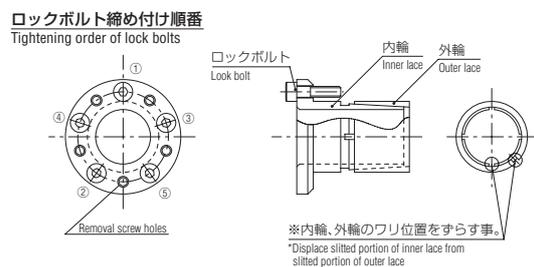

図5 Fig.5
3. ローラピニオンに締結具外輪を挿入後、軸にローラピニオン、締結具内輪の順に組み込んで下さい。このとき締結具内輪、外輪のワリ位置をずらして組み付けて下さい。(図5)
Insert the outer race of the clamping tool into the roller pinion, and then fit the roller pinion and the inner race of the clamping tool on the shaft in this order. At this time, shift the allocated positions of the inner race and outer race of the clamping tool (Fig. 5).
- 調整後、ロックボルトを対角線の順に(図5、7)それぞれ所定トルクの約1/4にて均等に締め付け、徐々に締め付け力を増して締め付けて下さい。
After the adjustment, fasten the lock bolts diagonally (Figs. 5 and 7) and uniformly starting at 25% or so of the recommended tightening torque with gradual increase.